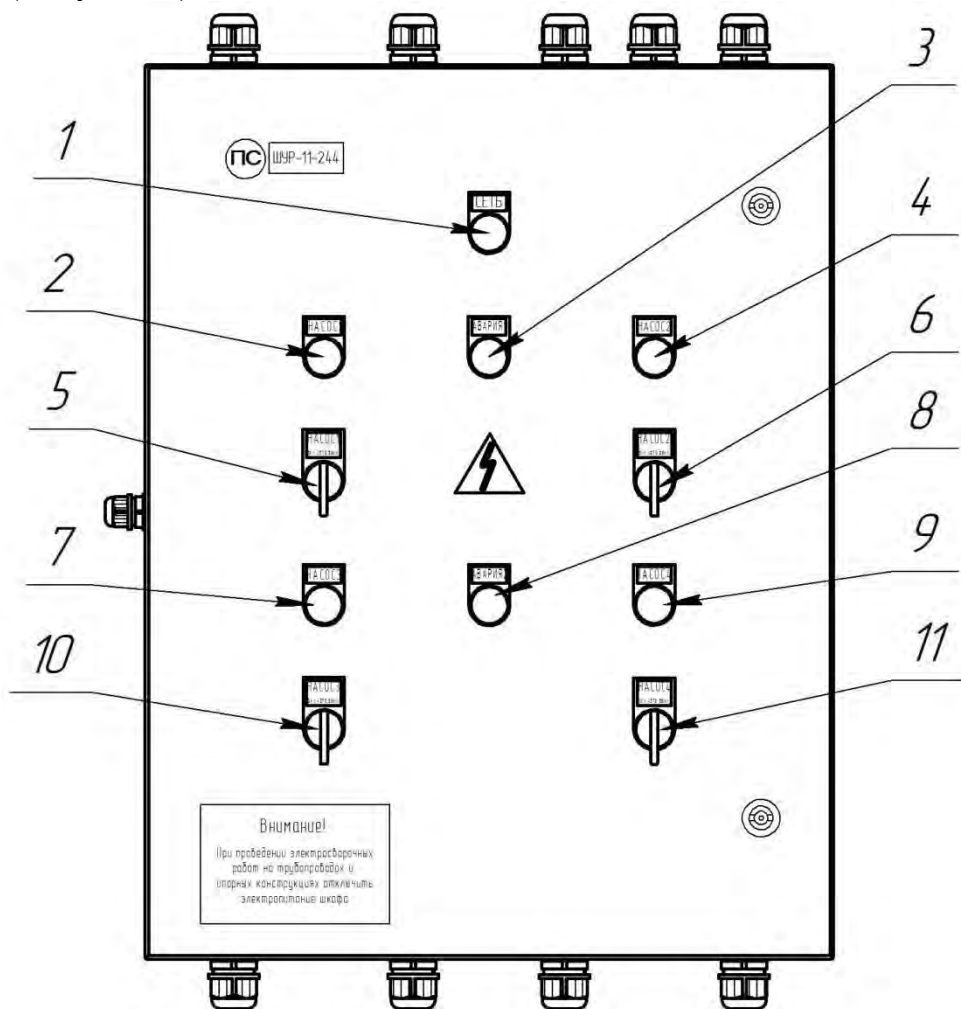

Рисунок 2. Расположение органов управления и индикаторов на дверце ШУР:
1.7 На дверце ШУР расположены индикаторы работы - светодиодные лампы и органы управления насосами – трехпозиционные переключатели, подключенные к БУН. Каждый переключатель имеет три положения: ВКЛ, АВТО, ВЫКЛ, и дает возможность ручного управления отдельно каждым насосом (Рисунок 2).